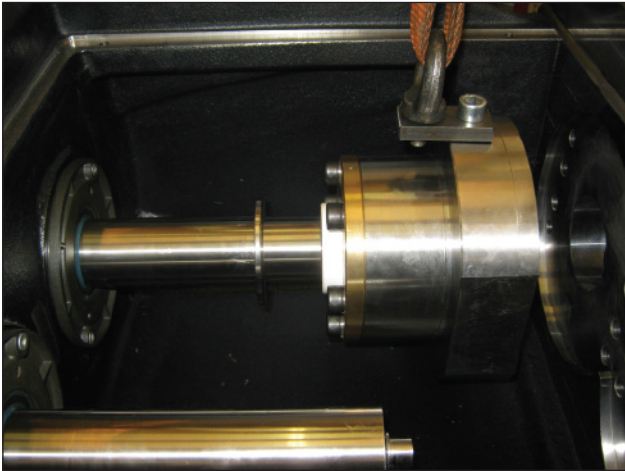
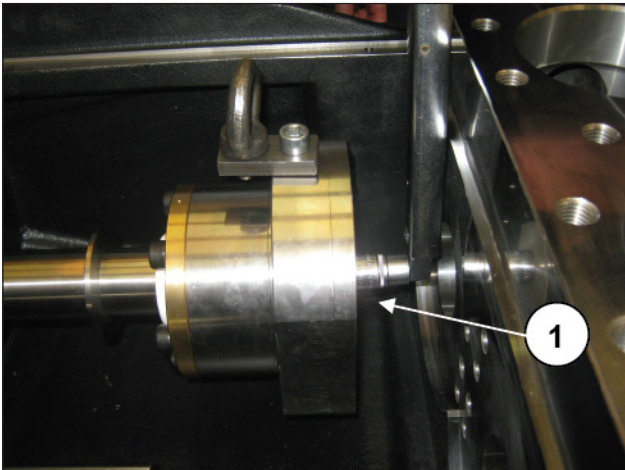

图 235
图 236
升高整个底座并将其插入到泵头后面的前曲轴箱盖上，预先将活塞导杆重新定位在下死点(图 235)，把活塞固定在导杆(位置①，图 236)上，按照第3节的指示，利用测力扳手调节螺钉。